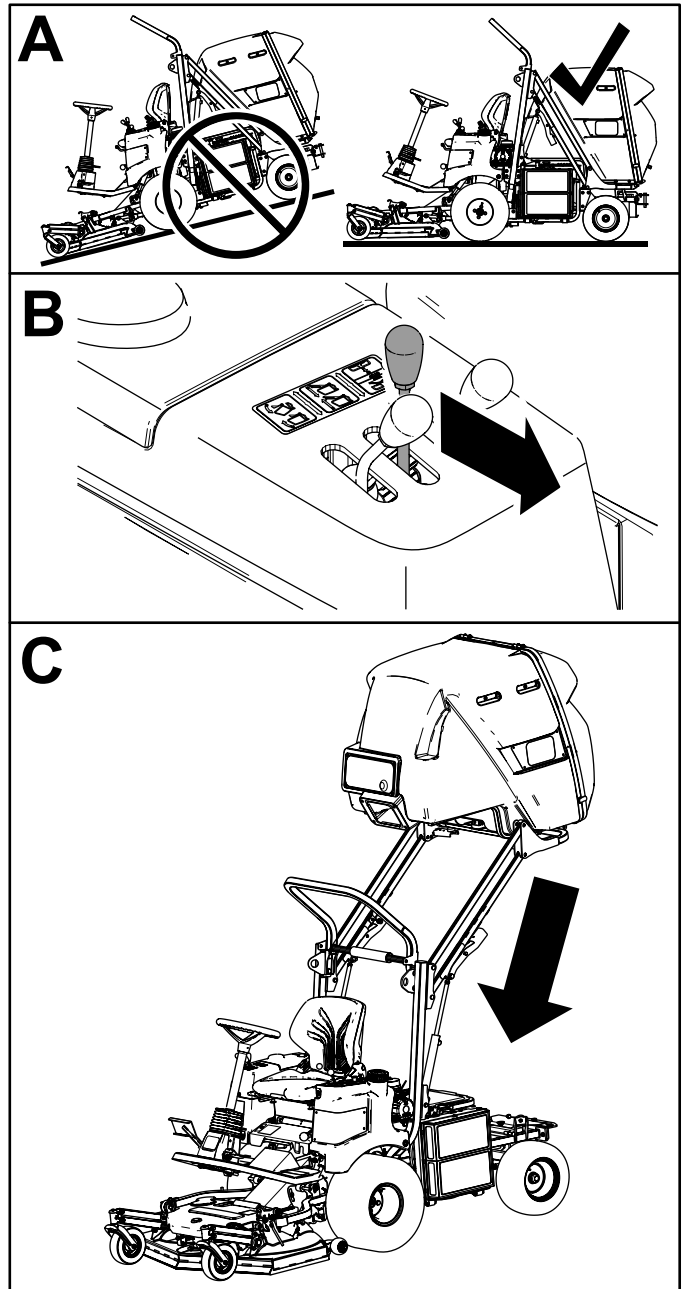

Figure 24
2. Poussez le levier de commande de la trémie en avant pour abaisser la trémie (Figure 24).